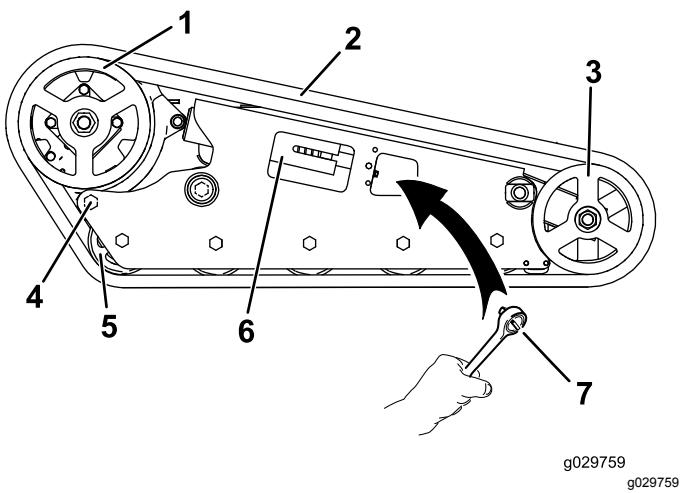

Bild 65
5. Lösen Sie die Antriebsspannung mit einer Ratsche ( $\frac{1}{2}$ "), indem Sie die Spannschraube nach rechts drehen (Bild 59 und Bild 65).
6. Lösen Sie die hintere Schraube in der Nähe des Antriebsrads (Bild 65).